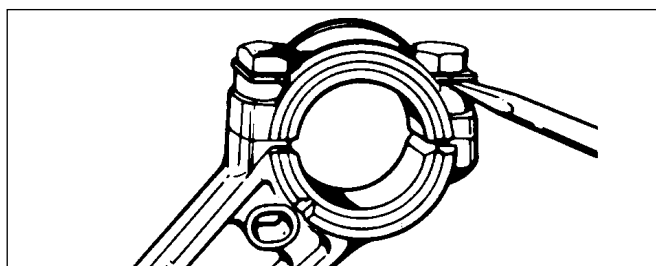

Abb. 54
- Sichern Sie die Befestigungsschrauben mit dem Sicherungsblech (Abb. 54).